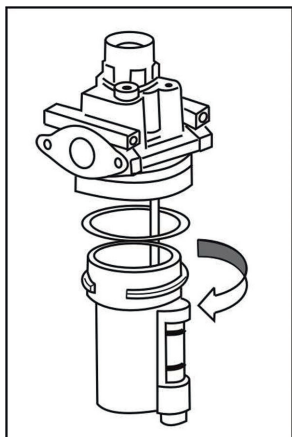

Bild 27
- Überprüfen Sie den Ölstand regelmäßig. Erreicht der Ölstand die zweite Linie nicht, füllen SAE20 nach (Bild 27).